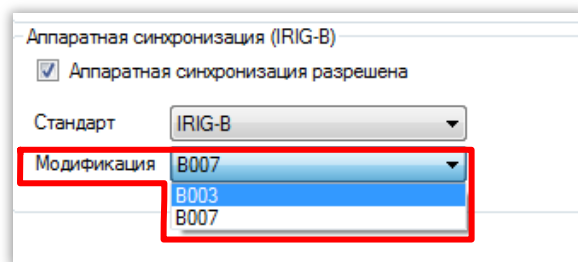

Рисунок 20 – Выбор типа модификации стандарта IRIG-B
8.1.4 Выбрать тип модификации стандарта IRIG-B (см. рисунок 20).